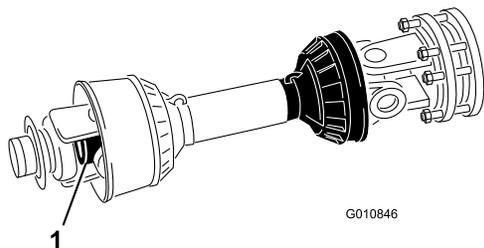

図 14
9. PTO シャフトのチューブを押し縮めて一番短くなった状態にする。内側のシャフトが飛び出して外側のシャフトのクロス部やベアリング部に入らないことを確認する（図 14）。入り込むようであればもう少し内側シャフトを短くして修正する。